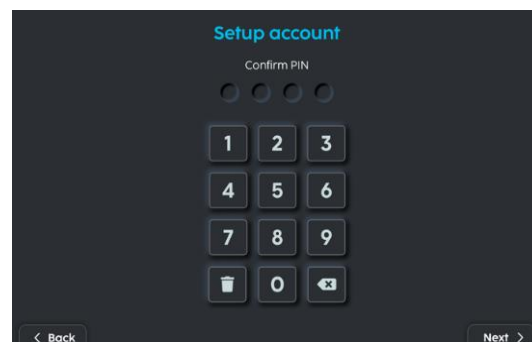

FIGURE 3-10
6. Confirmez votre mot de passe (Fig. 3-10).